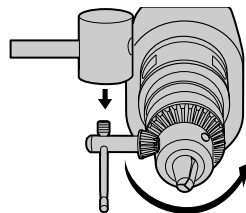

FIG. 4
3. Installer la clé du mandrin comme illustré en Figure 4. À l'aide d'un maillet en bois ou un objet similaire, donner un coup sec sur la clé VERS LA GAUCHE. Cela desserrera le mandrin et permettra de le dévisser manuellement.